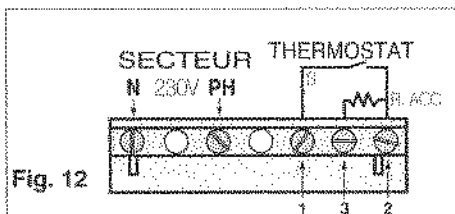

Fig. 12
Raccorder sur le connecteur, l'alimentation 230 V. du secteur (voir schéma fig. 12), le fil de phase en PH, le neutre en N.
- raccorder le thermostat d'ambiance selon le schéma (fig. 12) :
- le fil de terre du T.A. doit être raccordé à la vis (T) sur le boîtier électronique
- brancher le connecteur en (C)